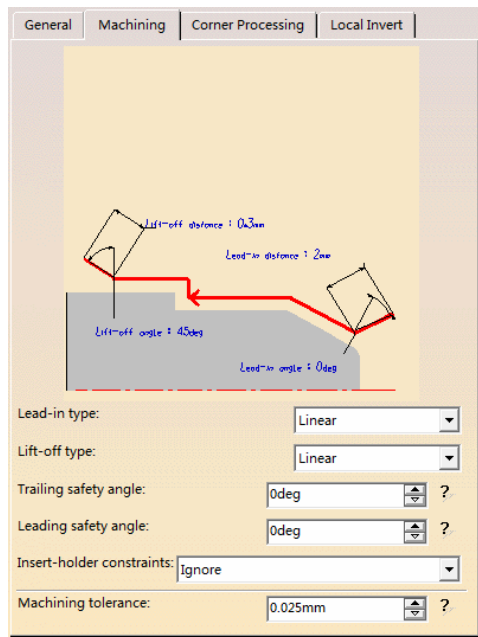

图 2-185 “Machining”选项卡
单击“Profile Finish Turning.x”对话框（如图 2-185 所示）中的, 切换到刀具路径参数选项卡, 包括“General”、“Machining”、“Corner Processing”和“Local Invert”选项卡。
- “Machining”：用于设置切入切出类型, 包括直线切入切出、圆弧切入切出两种方式, 如图 2-185 所示。